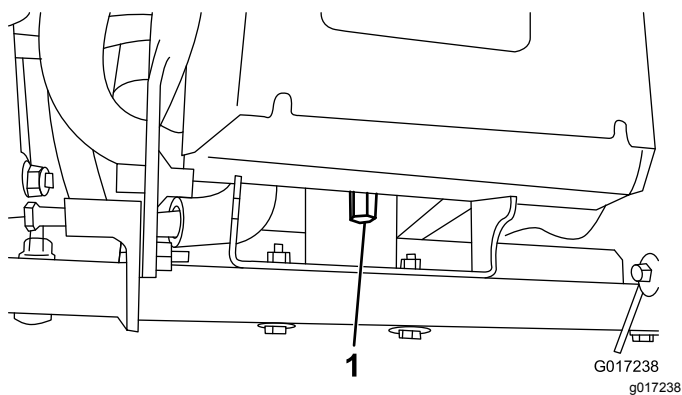

Figura 11
4. Retire a porca alta que prende a traseira da base da bateria à estrutura da máquina (Figura 11).